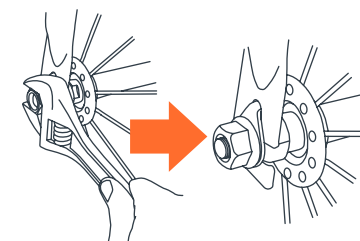

Fig. 4
4) • Posicione la rueda correctamente. Ponga las tuercas en el eje y atorníllelas con una llave inglesa abierta o de pipa. Apriételas hasta que sienta bastante resistencia. La rueda debe quedar fija (Fig. 4).